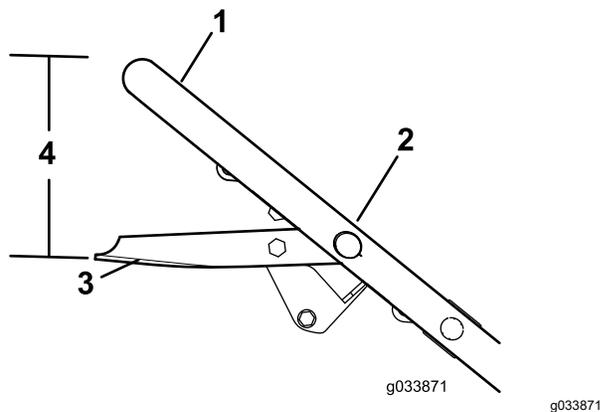

Figure 31
3. Tenez la barre de commande de la lame à 19 cm ($7\frac{5}{8}$ po) du haut du guidon, comme illustré à la Figure 31.